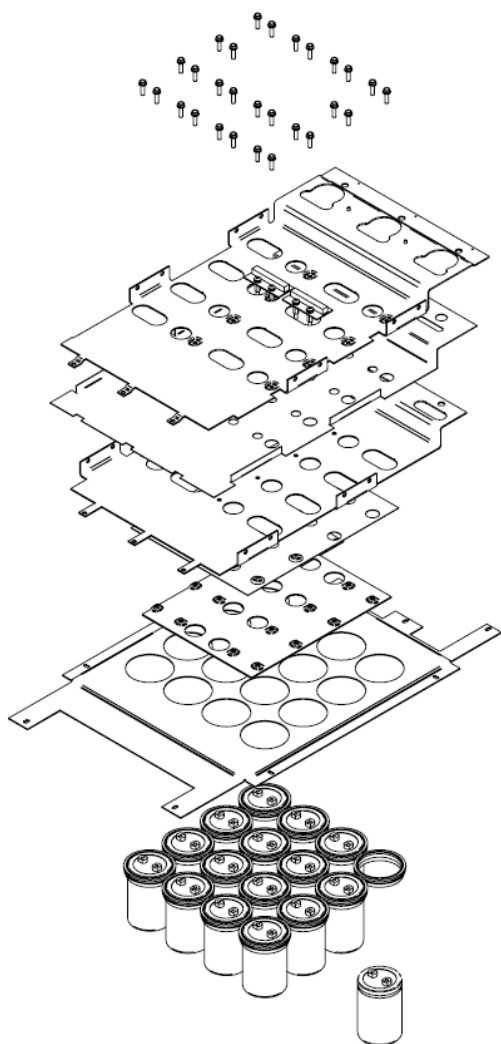

Figura 5.13.Extracción de un condensador.
Consultar la *figura 5.13* mientras se siguen estas instrucciones:
- 5) Colocar el Bus (-) como se muestra en la *figura 5.13*.
- 8) Colocar el Bus (+) como se muestra en la figura 5.13.